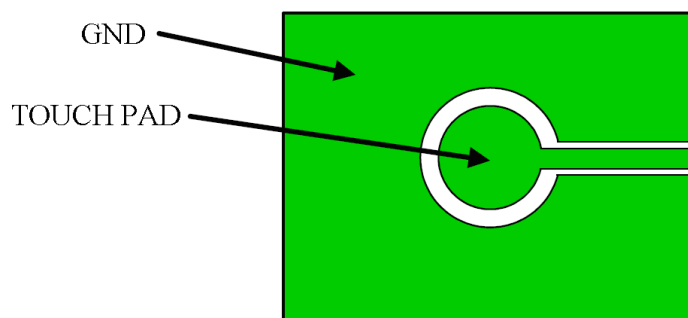

图 7 TOUCH PAD 参考画法
- .5 TOUCH PAD 需用 GROUND 环绕保护,请参考图 7;如使用多层 PCB,请将 TOUCH PAD 背面覆盖同样大小或面积稍大、并连接至系统地线的铜箔。